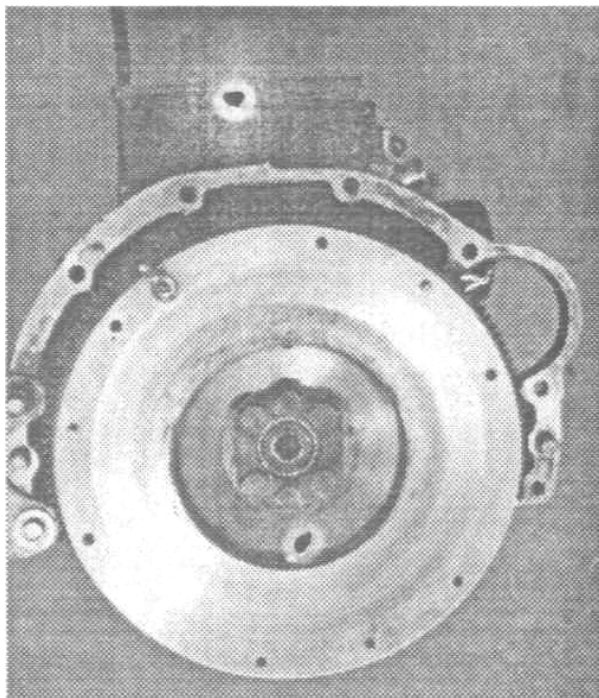

Рисунок 51 – Установка маховика
- установить маховик на задний конец коленчатого вала с совмещением отверстия в маховике со штифтом (рисунок 51);